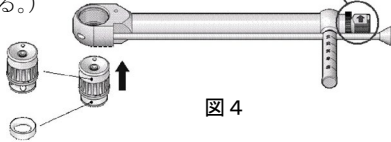

図 4
- ① 埋入方向時には 1) ①と同様。抜去方向時にはハンドルの矢印を逆転方向（図 4）に合わせる。（矢印と反対向きでは空回りする。）